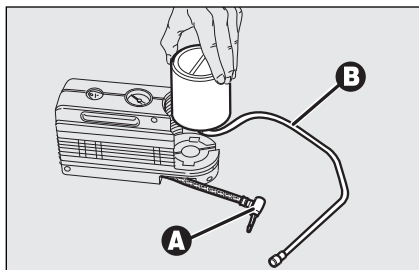

fig. 23
- maak de koppeling **A**-fig. 23 en de vulbuis **B** los;